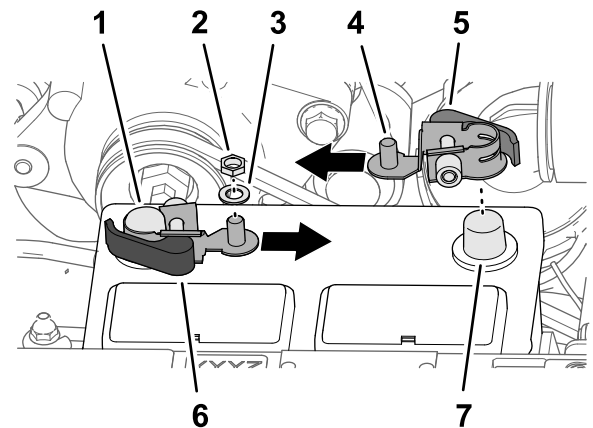

Bild 209
1. Entfernen Sie die Sechskantmutter und die Scheiben von den Schnellanschlussklemmen am roten und schwarzen Hebel (Bild 209).
- Montieren Sie die Schnellanschlussklemme am Minuspol der Batterie; der Gewindestift der Klemme muss zur Mitte der Batterie ausgerichtet sind, wie in Bild 209 abgebildet.